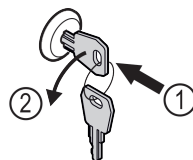

Fig. 167
- ▶ Sæt nøglen i. Fig. 167 (1)
- ▶ Drej nøglen 90° mod uret. Fig. 167 (2)